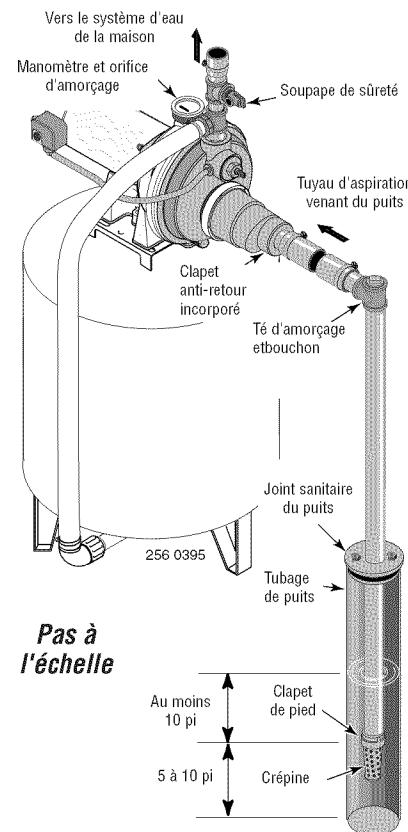

Figure 6 : Installation dans un puits à tubage
INSTALLATION SUR UN PUITS À TUBAGE DE 2 POUCES DE DIAMÈTRE OU PLUS GRAND (Figure 6)
- 4 ° Brancher le clapet de pied, la crêpine et le tuyau du puits (voir la Figure 6). S'assurer que le clapet de pied fonctionne librement.
- 6 ° Poser le té d'amorçage, le bouchon d'amorçage et le tuyau d'aspiration sur la pompe (voir la Figure 6). Brancher le tuyau provenant du puits sur l'orifice d'aspiration de la pompe en utilisant le moins possible de raccords - en particulier des coudes - étant donné que les raccords augmentent le frottement de l'eau dans les tuyaux. Le diamètre du tuyau d'aspiration doit être au moins aussi grand que le diamètre de l'orifice d'aspiration de la pompe. Utiliser du ruban téflon ou de la pâte pour raccords filetés à base du téflon